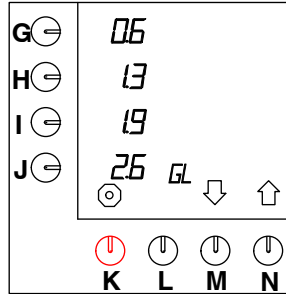

Fig. 29 Endring av forhåndsprogrammerte valgtaster for gallons
- Trykk på valgtasten (N.)↑ inntil fig.29 vises på displayet.